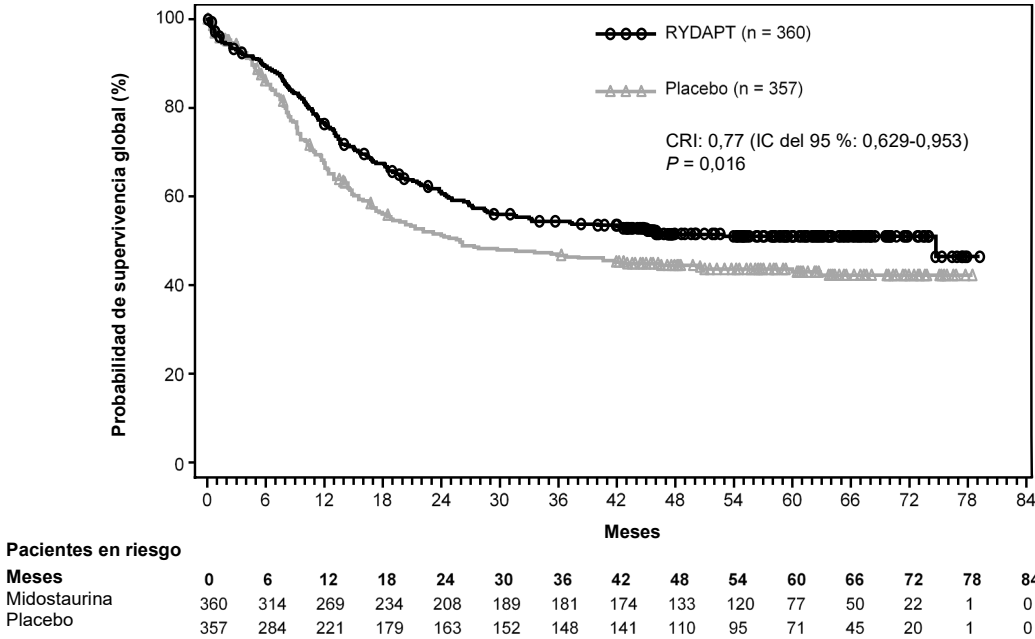
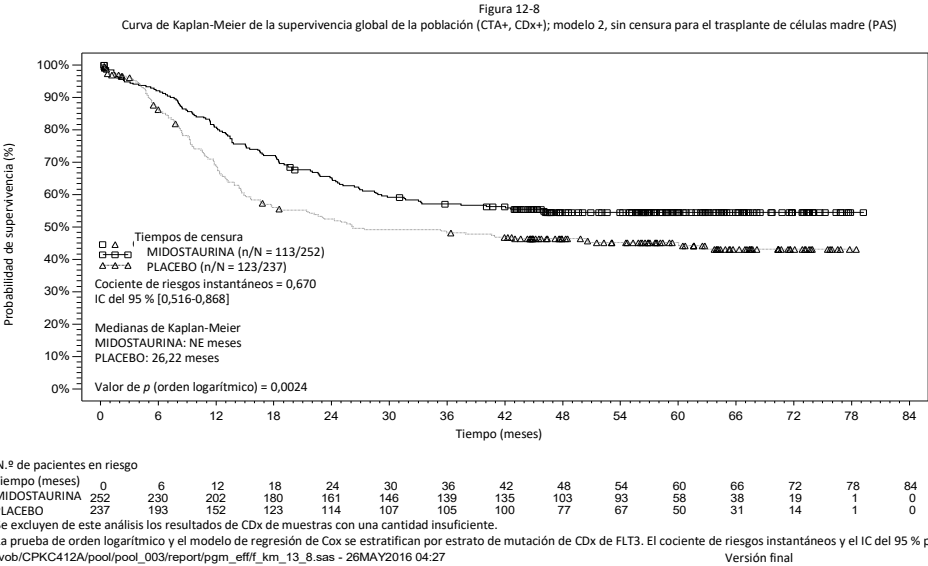

Figura 9: Curva de Kaplan-Meier sobre la supervivencia global en el ensayo A2301 en la población EC+.
Figura 10: Curva de Kaplan-Meier sobre la supervivencia global en el ensayo A2301 en la población EC+, CDx+.
- 17.6.3. En el ensayo clínico, la eficacia se estableció sobre la base de la supervivencia global (SG) en el CT entre la fecha de aleatorización y la muerte por cualquier causa. El análisis principal se realizó después de un seguimiento mínimo de aproximadamente 3,5 años tras la aleatorización del último paciente. El tratamiento con midostaurina y quimioterapia fue superior al placebo más quimioterapia en cuanto a la SG (CRI: 0,77; IC del 95 %: 0,63-0,95; *p* bilateral = 0,016) (Figura 9). Dado que las curvas de supervivencia se estabilizaron antes de alcanzar la mediana, la mediana de la supervivencia no pudo calcularse de manera fiable.
17.7.1. Se calculó la eficacia de la midostaurina en la supervivencia global en la población positiva de acuerdo con la CDx. La eficacia en la población (EC+, CDx+) fue similar en el ensayo clínico A2301 y en la prueba CDx, tanto para la supervivencia global como para la ausencia de censura en el trasplante de células madre (consulte la Figura 9 y la Figura 10, respectivamente). El cociente de riesgos instantáneos (IC del 95 %) de la SG fue de 0,67 (0,52-0,87); el de A2301 fue de 0,77 (0,63-0,95).